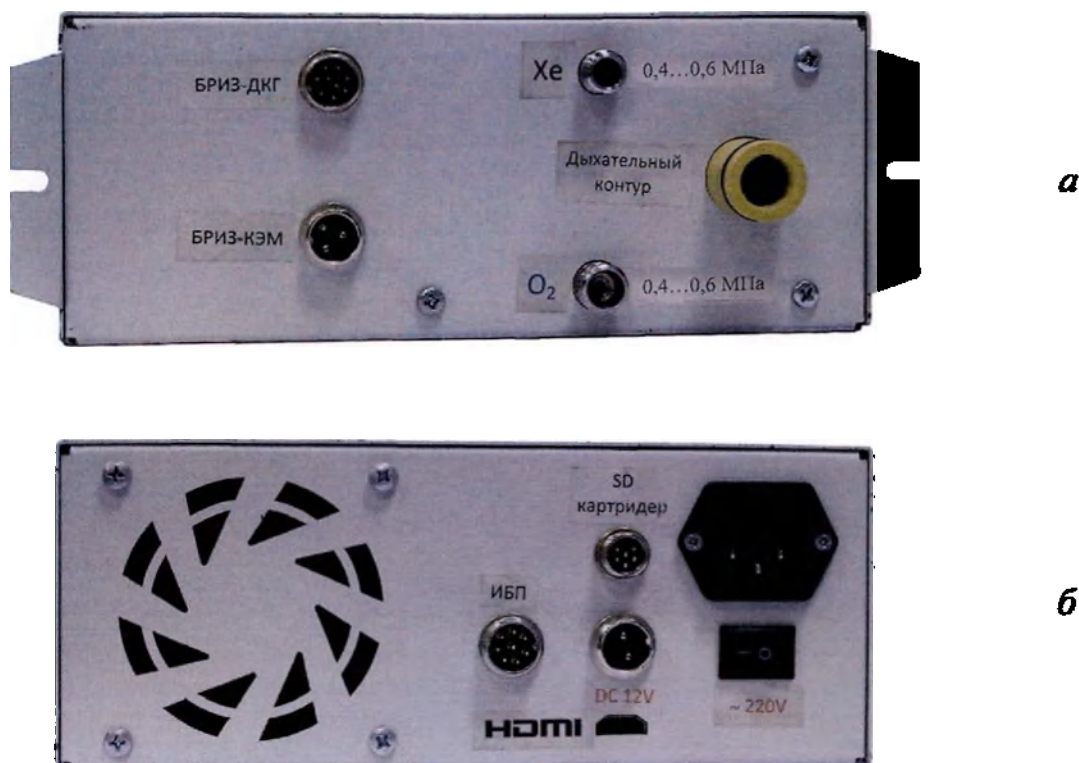
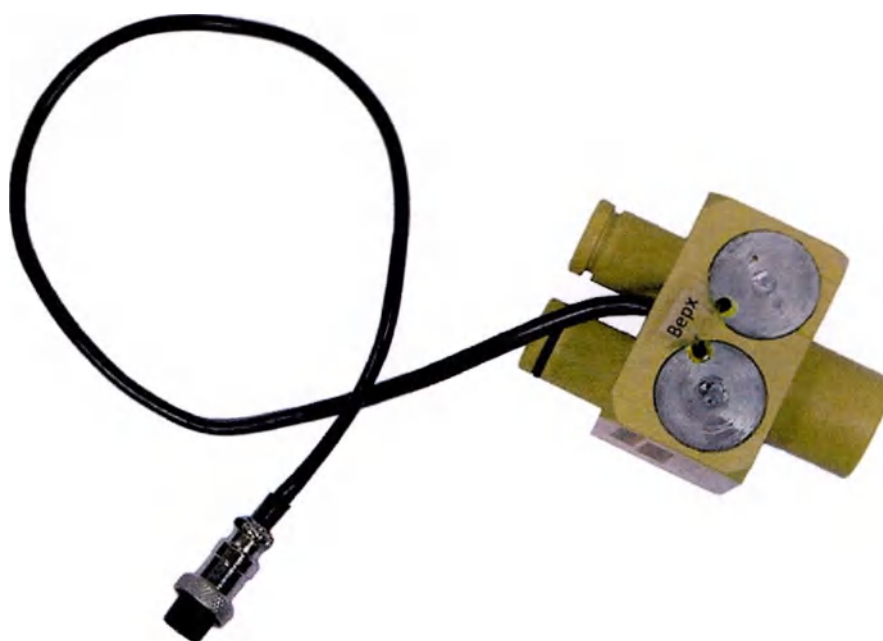
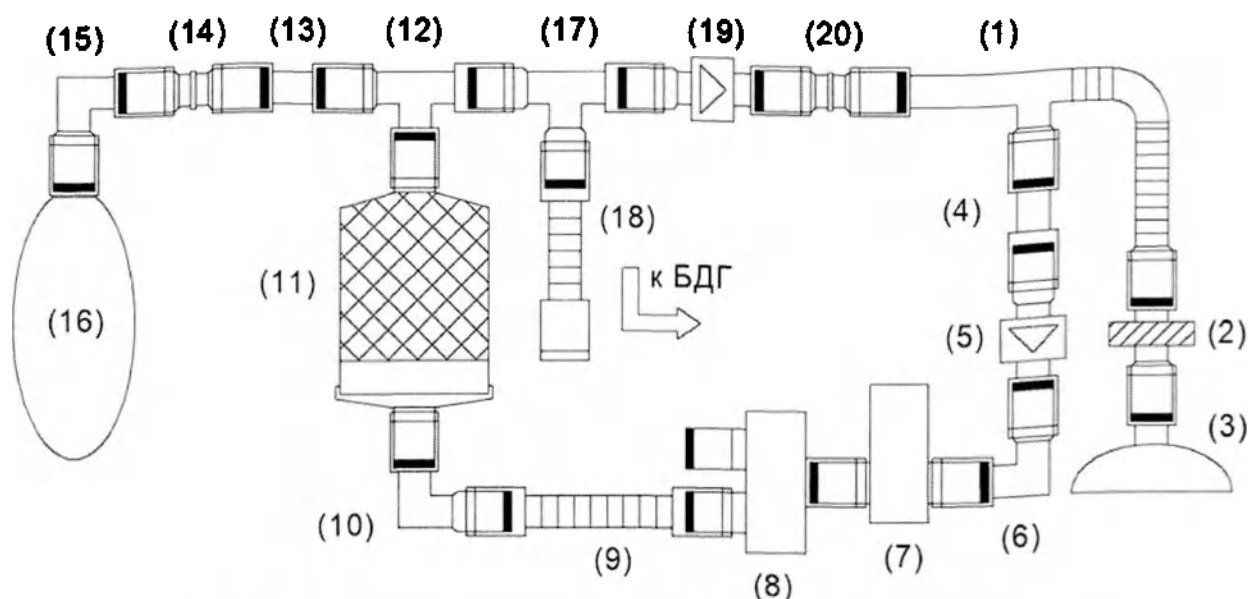

Рис.5. Передняя (а) и задняя (б) панели Блока управления
Рис. 7. Электромеханический клапан
Рис.8. Схема соединения частей дыхательного контура
Газы подаются из баллонов (или специализированной газовой магистрали), которые подключаются с помощью армированных шлангов к входным штуцерам БУ, рис.5. Дыхательный контур подсоединяется к выходному штуцеру БУ.
Датчик состава газовой смеси, рис. 6, устанавливается в дыхательном контуре в соответствии со схемой сборки, рис. 8, и подключается к панели блока управления при помощи соответствующего разъема на панели БДГ, рис. 5.
Электромеханический клапан, рис. 7, устанавливается в дыхательном контуре в соответствии со схемой сборки, рис. 8, и подключается к панели Блока управления при помощи соответствующего разъема на БДГ, рис. 5.
На рис.8 приведена схема соединения частей дыхательного контура и движения газовой смеси. Контур дыхательный Комплекса собирается из дыхательных контуров для взрослых или детей, соединителей, дыхательных клапанов, дыхательного мешка, адсорбера, датчика концентрации газов и электромеханического клапана БДГ. Медицинские газы (ксенон или кислород) поступают из БДГ через соединительную трубку (18) в дыхательный контур комплекса. Далее, через соединители (17) и (12) – (15), газовая смесь поступает в дыхательный мешок (16). При осуществлении вдоха пациентом газовая смесь поступает или напрямую из БДГ через нереверсивный клапан (19) и соединитель (20), или из дыхательного мешка (16) через соединители (15) – (12), (17), нереверсивный клапан (19) и соединитель (20), в коаксиальный дыхательный контур (1), из которого через бактериологический фильтр (2) и лицевую маску (3), подается пациенту.
Включается в состав дыхательного контура Комплекса в соответствии со схемой на рис.8, и предназначен для поглощения двуокиси углерода из